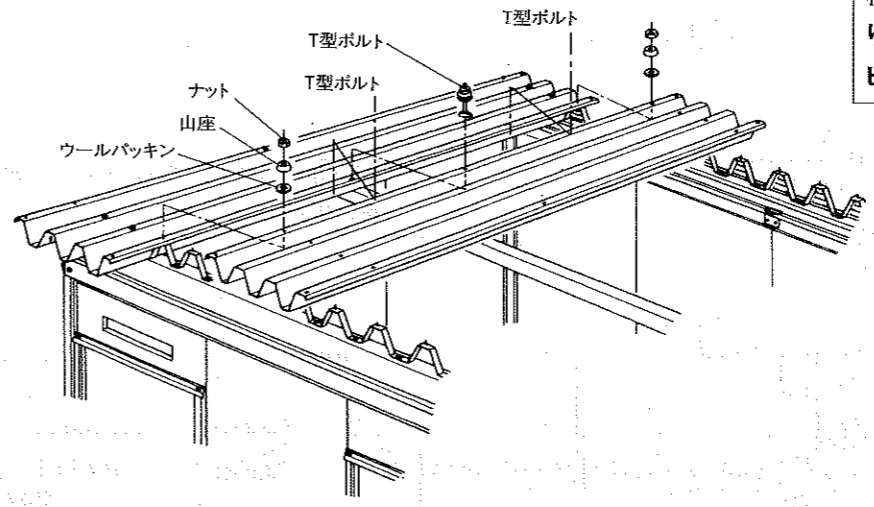

図F18-4
(2) 正面より見て左側から重ね位置(図F18-4)に注意しながら屋根受フレームに取り付けます。